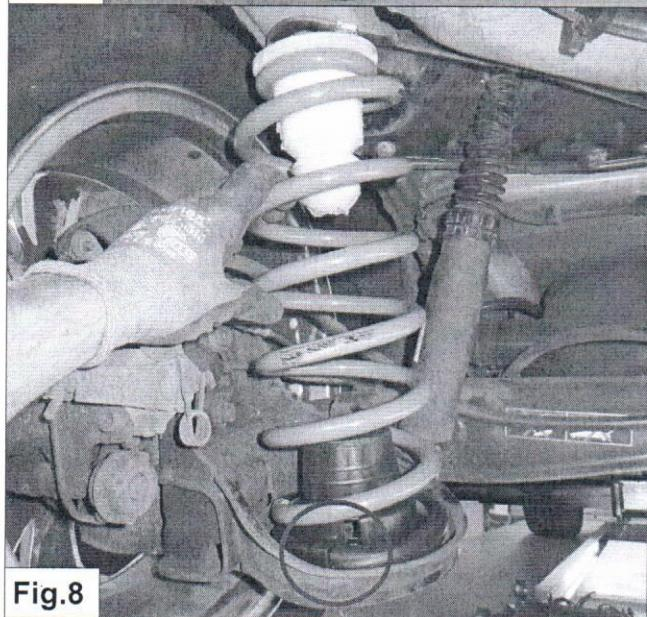

Fig.8
8. Monteer de MAD veer met buffer en onderschotel. Let op dat het windingsuiteinde aan de onderzijde op dezelfde plaats komt als aangebeeld. *Zie Fig. 8.*
8. Mount the MAD spring with bumpstop and spring seat. Note that the winding end at the bottom is in the same position as shown. *See Fig. 8.*
8. Montieren Sie den MAD Feder mit Puffer und untere Federteller. Beachten Sie, dass das Wicklungsende an der Unterseite in der gleichen Position wie gezeigt ist. *Siehe Fig. 8.*
2. Montez le ressort MAD avec le tampon et la coupelle inférieure. Notez que l'extrémité de l'enroulement en bas est dans la même position que celle indiquée. *Voir Fig. 8.*
2. Montera MAD-fjädern med genomslags gummit och det nedre fjädersätet. Observera att lindningsänden längst ner är i samma position som visas. *Se Fig. 8.*
8. Monte el muelle MAD, con tope y disco inferior. Observe que el extremo del devanado en la parte inferior está en la misma posición que se muestra. *Ver Fig. 8.*